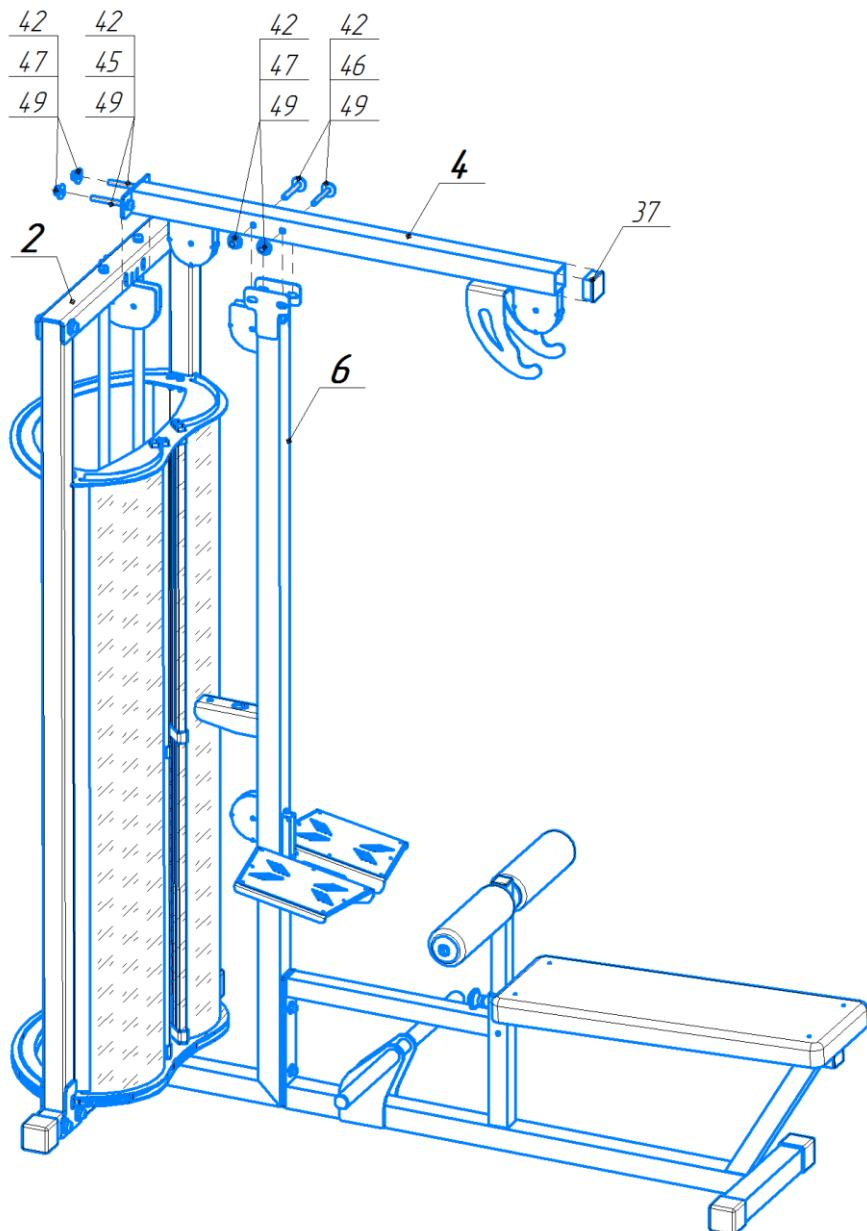

Рис.10. Схема сборки этапа №7
1. Установить заглушку (37) на балку верхнюю (4). При необходимости используйте молоток (3) как указано на рис. 10.
2. Установите балку верхнюю (4) как указано на рис. 10.
3. Закрепить балку верхнюю (4) к балке (2) болтами M12x100 (45) через шайбы (49) и гайки M12 (47).
4. Закрепить балку верхнюю(4) к стойке комбинированной (6) болтами M12x90 (46) и гайками M12(47) через шайбы (49). Использовать ключ на 19 мм (B).
5. Установить колпачки (42) на каждый болт и гайку.